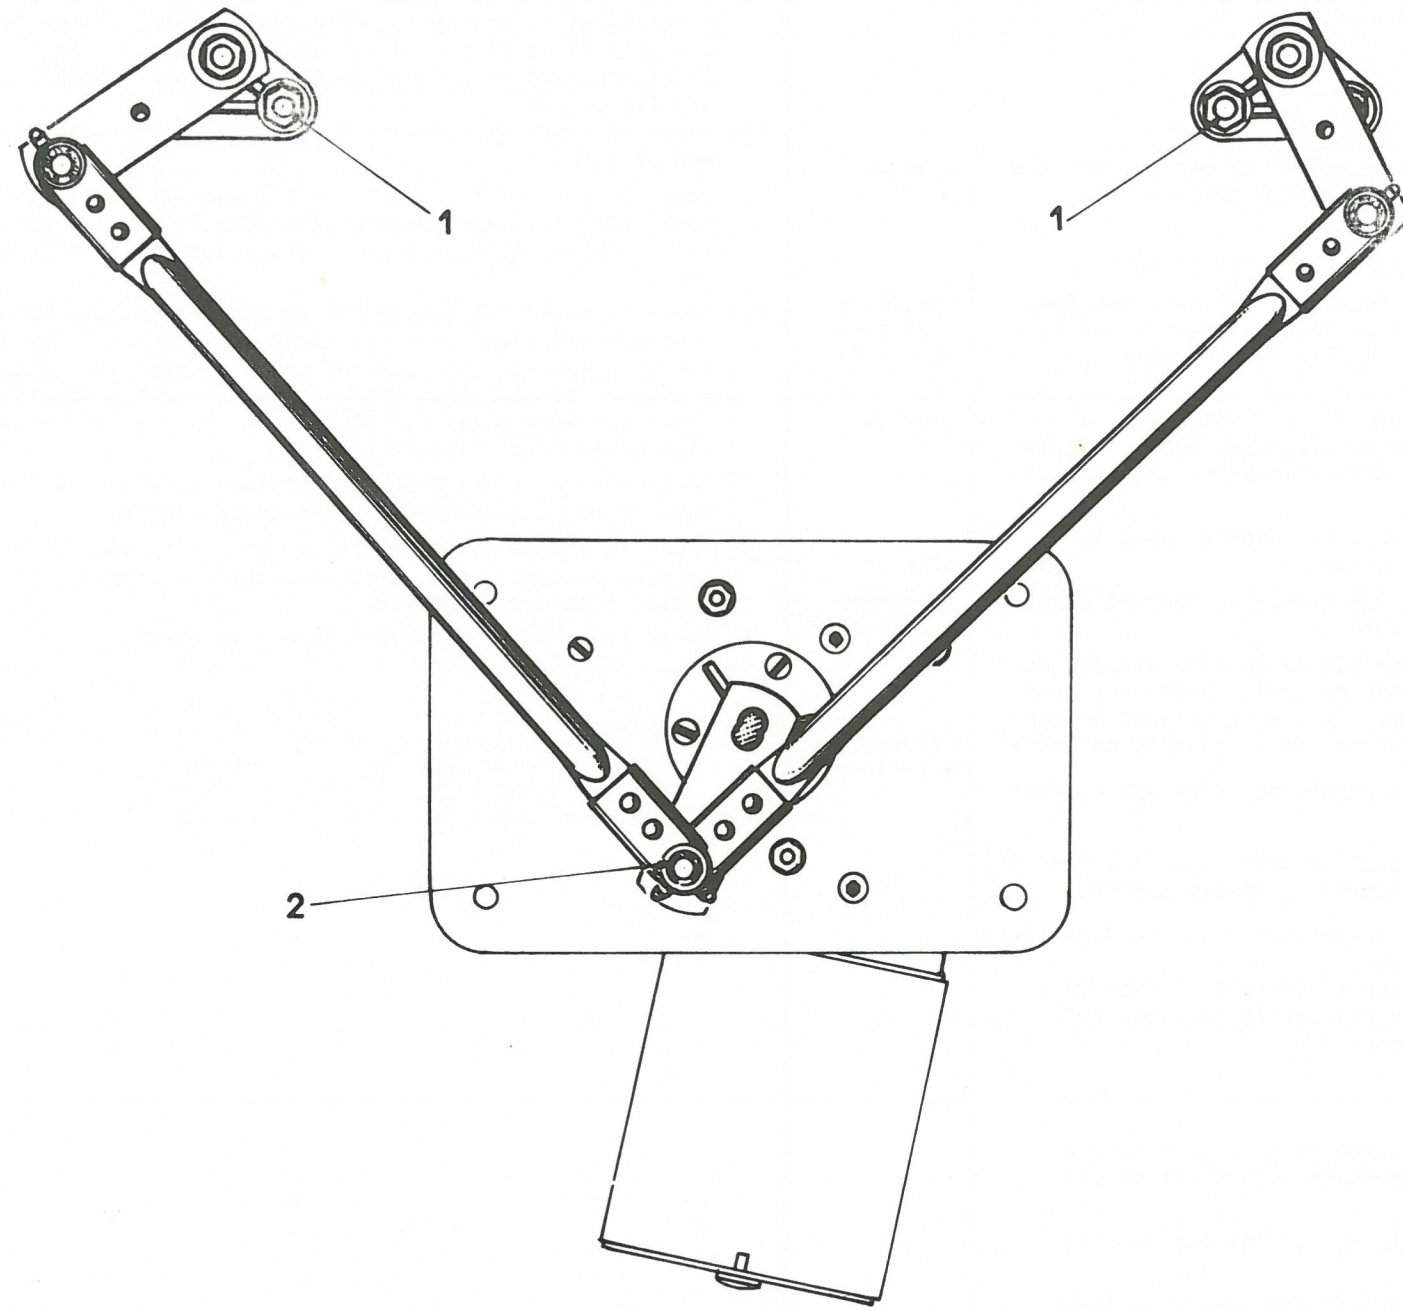

Fig. 16
- REMPLACEMENT DE LA TIMONERIE COMPLETE - (Fig.16)
- 3) Par l'ouverture de la plaque gauche, déposer le circlips(2) et la rondelle d'arrêt de la timonerie sur la biellette d'entraînement du moteur. Dégager les deux bras de la biellette d'entraînement.
- 6) A l'intérieur de l'auvent, déposer les quatre vis (1) fixant les deux paliers des axes de porte-raclettes. Dégager la timonerie.
NOTA - Le sens de montage des bras sur l'axe de la biellette d'entraînement du moteur est indifférent. Par contre les biellettes d'entraînement des porte-raclettes et les bras doivent être dans la position indiquée fig.16, c'est à dire vers l'extérieur du véhicule, moteur arrêté à la position "AREFIX"